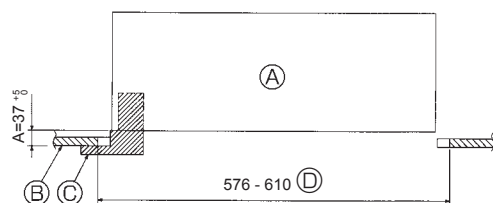

Fig. 10-2
②	Vis avec rondelle	4	M5 × 0,8 × 25 (mm)
③	Jauge	1
④	Fil de jonction pour le récepteur de signal	1	Fourni avec le récepteur de signal.
⑤	Fil de jonction pour le capteur i-See	1	Fourni avec le capteur i-See.
⑥	Fixation	2	Fourni avec le récepteur de signal.
⑦	Fixation	2	Fourni avec le capteur i-See.
⑧	Télécommande sans fil	1	Fournie s'il s'agit d'un modèle avec télécommande sans fil.
⑨	Support de la télécommande	1	Fournie s'il s'agit d'un modèle avec télécommande sans fil.
⑩	Piles LR6 AA	2	Fournie s'il s'agit d'un modèle avec télécommande sans fil.
⑪	Vis autotaraudeuses 3,5 × 16	2	Fournie s'il s'agit d'un modèle avec télécommande sans fil.
10.2. Préparatifs préalables à la fixation de la grille (Fig. 10-2)